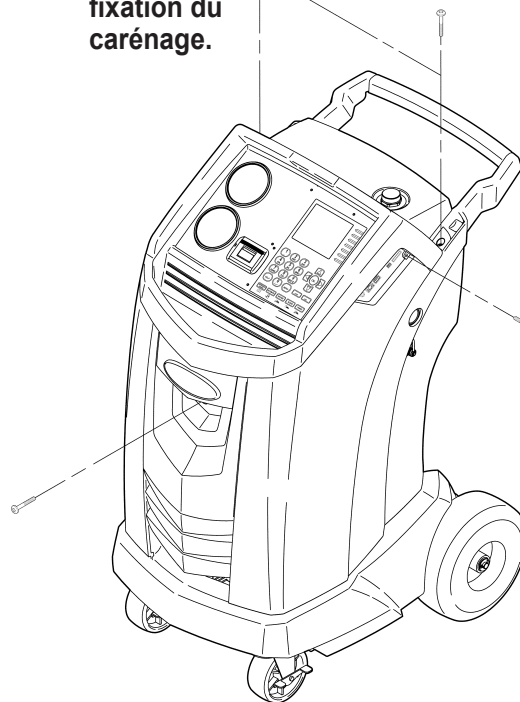

Figure 13
2. Retirez la bouteille d'huile et retirez les quatre vis qui maintiennent le carénage. Voir Figure 13. Accrochez le carénage à l'arrière de la machine.